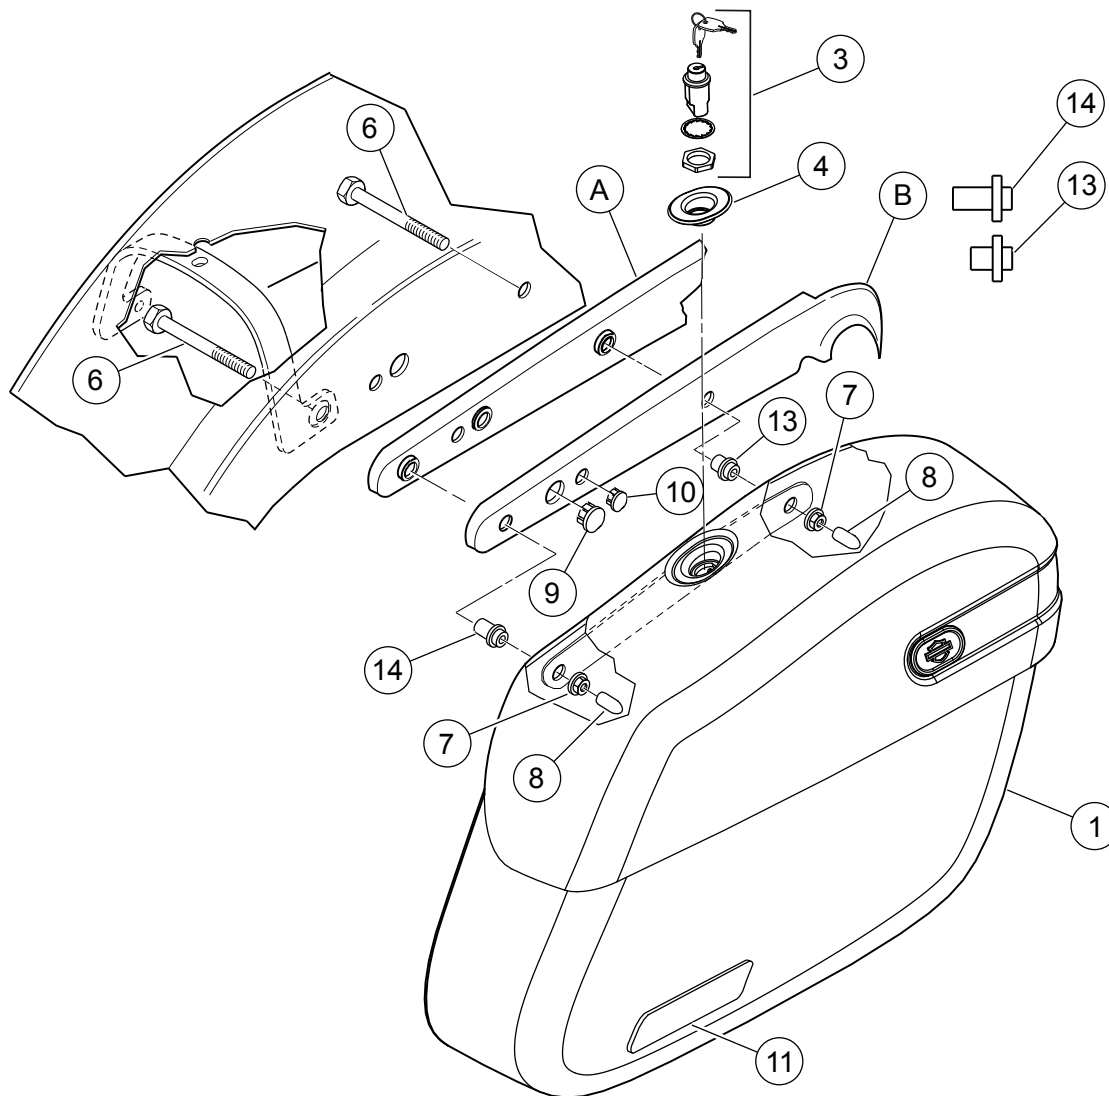
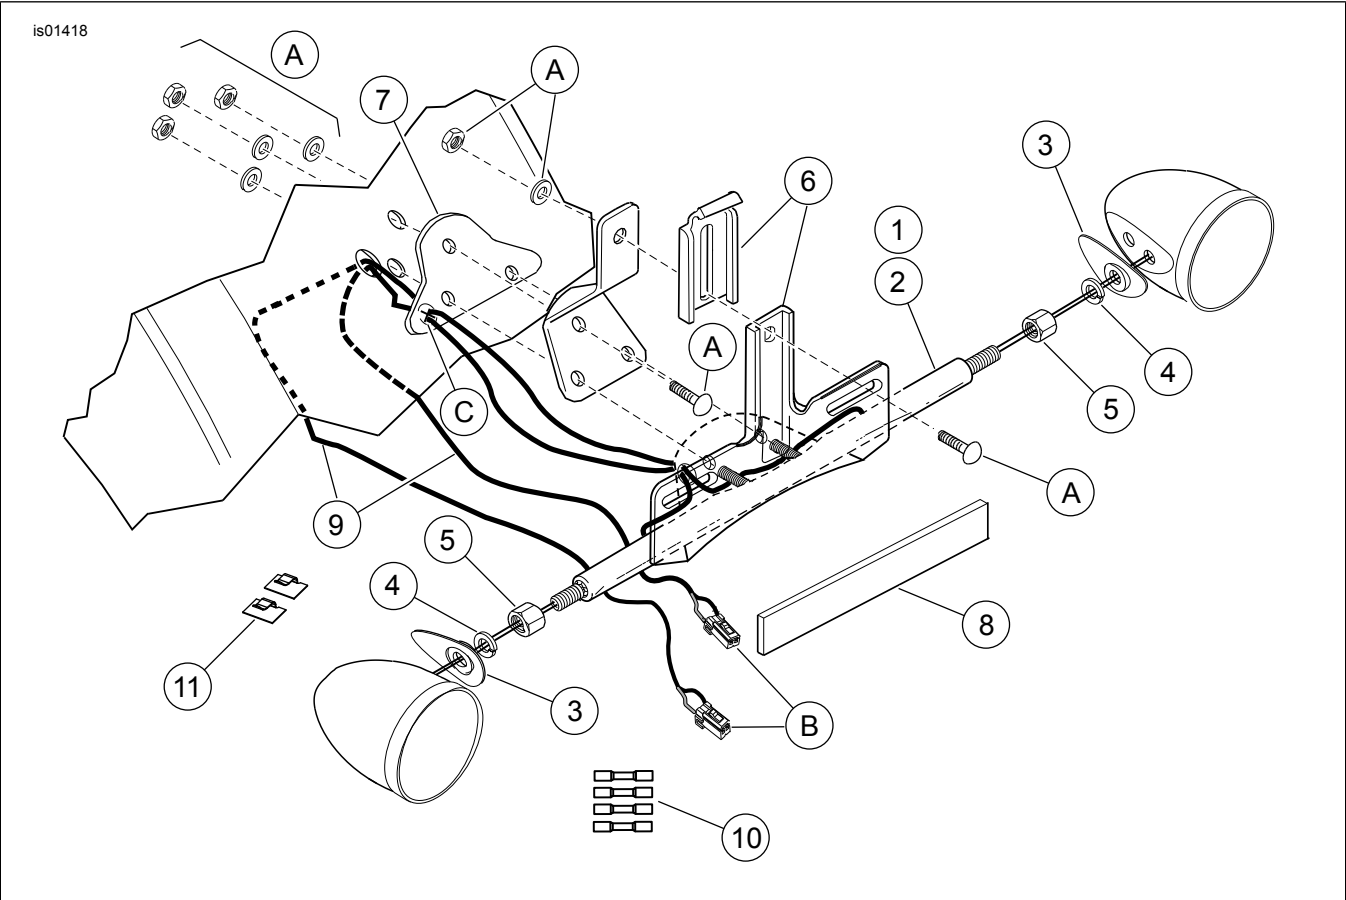

Abbildung 5. Ersatzteile: Sportster Rigid Leather Satteltaschen-Sätze
Abbildung 6. Ersatzteile: Sportster Rigid Leather Satteltaschen-Sätze
Siehe Abbildung 5, Tabelle 1 und Abbildung 6, Tabelle 2.
1. Siehe Abbildung 6. Den vorhandenen Kennzeichenrahmen vom Schutzblech entfernen und dabei darauf achten, wie die Baugruppe zusammengesetzt ist. Den Kennzeichenrahmen entsorgen, aber die übrigen Befestigungsteile zum Einbau des im Satz mitgelieferten neuen Kennzeichenrahmens aufbewahren.
- Siehe Abbildung 5. Die beiden Schrauben (6) aus dem Satz von der Unterseite des Schutzblechs durch das Schutzblech in die Schutzblechstrebe und die Abdeckung stecken, wo die beiden Schrauben vorher entfernt worden waren.
2. Die kurzen Buchsen (13) mit dem kurzen Ende nach außen auf der vorderen Schraube und die lange Buchse (14) auf der hinteren Schraube einbauen. Die Satteltasche auf die Schrauben schieben, bis die Buchsen auf der Satteltaschenhalterung sitzen. In den Satteltaschen Flanschsicherungsmuttern (7) auf die Schrauben drehen. Beide Flanschsicherungsmuttern auf 33–37 N·m (24–27 ft-lb) anziehen. Die Gewindeschutzkappe (8) auf die Schraubenenden schieben.